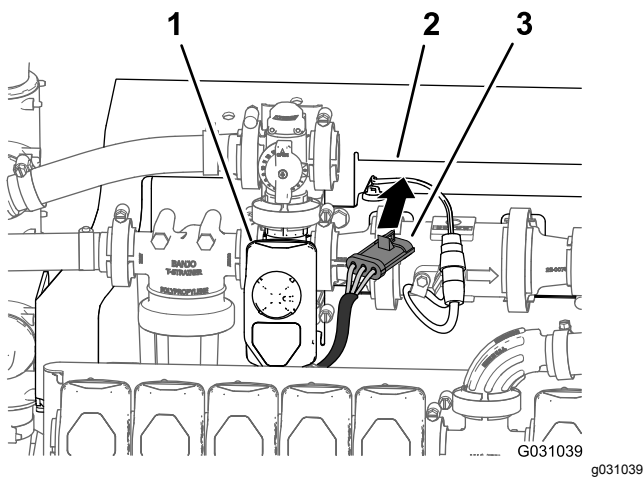

Figura 102
5. Passe o conector de três pinos para a cablagem da válvula de agitação para a frente da montagem do coletor (Figura 102).